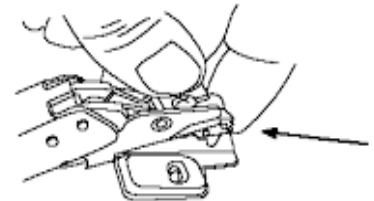

Fig. 6
3. Mount hinges to the door (Fig. 6). Secure with screws provided. **DO NOT OVER TIGHTEN THE HINGE MOUNTING SCREWS.** Use a Phillips screw driver to tighten these screws by hand - just to where they feel snug.
3. Monte las bisagras en la puerta (Fig. 6). Asegure con los tornillos provistos. **NO AJUSTE EXCESIVAMENTE LOS TORNILLOS DE MONTAJE DE LA BISAGRA.** Use un destornillador Phillips para ajustar manualmente estos tornillos hasta que se traben.